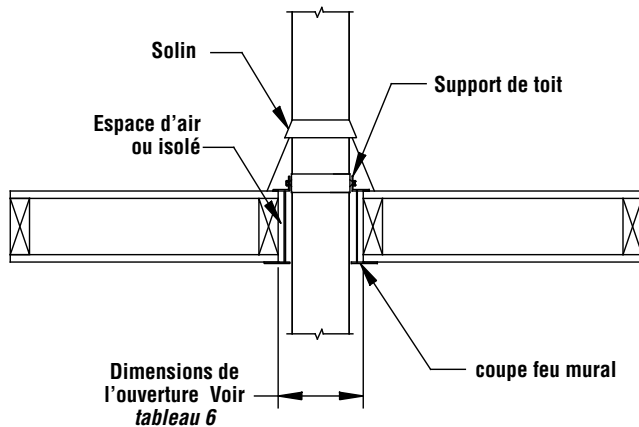

Figure 9 - Pénétration de toit
1. Un coupe-feu mural (RT) ou un coupe-feu mural isolé (RTI) doit être installé chaque fois que la cheminée traverse un plancher ou un toit.
3. Installer le coupe-feu mural. Vous pouvez couper le cylindre coupe radiation si celle-ci est trop longue. Voir **figure 9**.